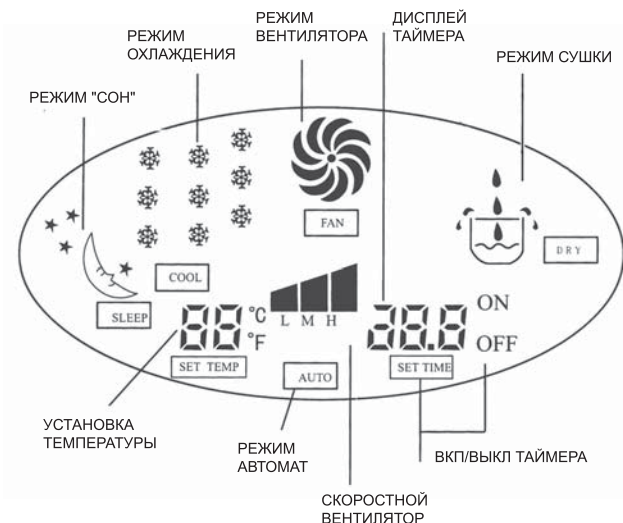

Рис.5.2 - Жидкокристаллический дисплей
- Параметры управления отображаются на жидкокристаллическом дисплее панели (рис.5.2)